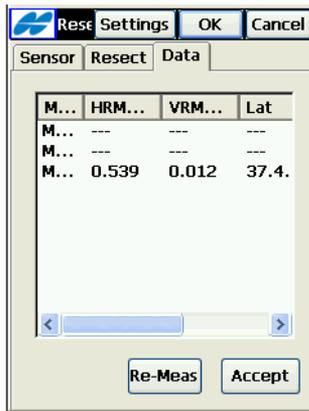
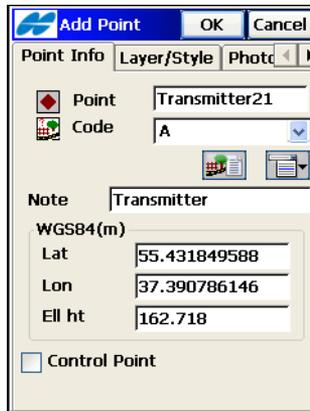

Abbildung A-6. Freie Stationierung: Ergebnisse
Abbildung A-7. Betrachten von Punktinformationen
8. Tippen Sie auf das Register *Daten*, um die Ergebnisse zu betrachten (Abbildung A-6).
- Tippen Sie auf **Neumess**, um alle Daten zu löschen und die freie Stationierung von vorn zu beginnen (Abbildung A-6).
9. Wenn das Ergebnis der freien Stationierung annehmbar ist, tippen Sie auf **Speich** (Abbildung A-6). Sehen Sie sich die Punktinformationen für den Laser (Abbildung A-7 auf Seite A-6) auf dem Bildschirm *Neuer Punkt* an.